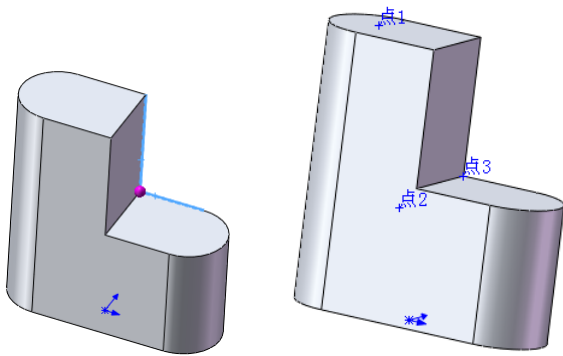

图 4-49 创建的点 2
(4) 确认创建的基准面。单击“点”属性管理器中的（确定）按钮，创建的点 2 如图 4-49 所示。